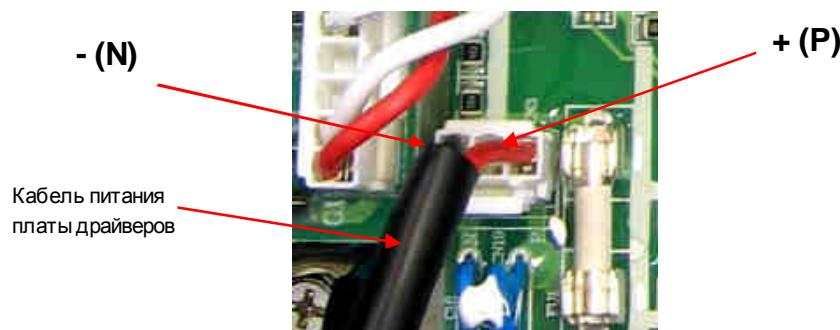

Рис. 4.10. Полярность разъема кабеля питания платы драйверов.
4.10.2. Отсоединить разъем CN3 кабеля питания платы драйверов, и установить на его место разъем от источника постоянного напряжения 540В (рис.4.10).
Внимание. Будьте внимательны, не путайте полярность: провод красного цвета (контакт Р) - это «+», черный (N) - «-» (рис.4.10).